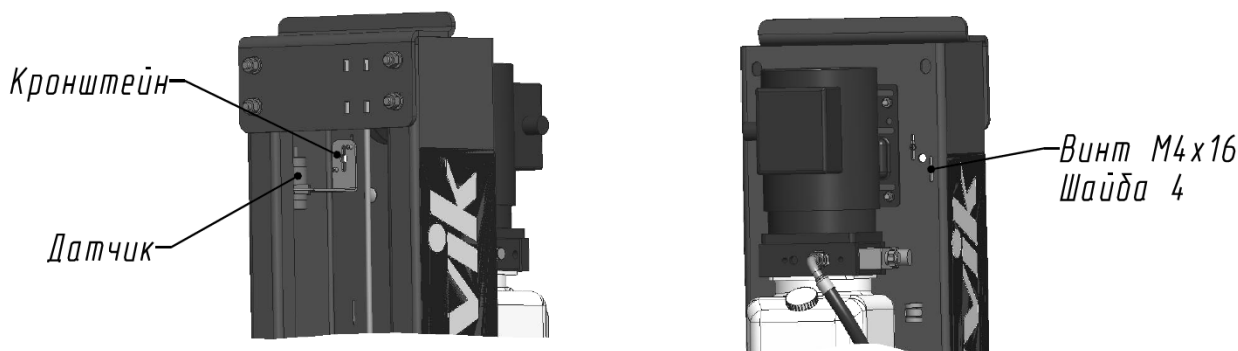

Рисунок 6 - Установка датчика верхнего положения каретки
6.11 Установка и настройка систем автоматического отключения привода насосной станции.(см. Рисунок 6)
6.11.1 Система автоматического отключения привода насосной станции срабатывает при достижении каретки крайнего верхнего положения (± 1750 мм от основания стойки). Датчик верхнего положения кареток с кронштейном снимается при упаковке и поэтому его следует заново установить на верху правой стойки. Винты М4х16 (см. Рисунок 6) необходимо располагать в пазах стойки в среднем положении.